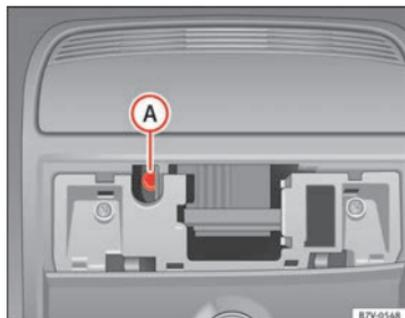

Abb. 197 Innensechskantschraube zum Schließen des Panorama-Schiebedachs.
- Stecken Sie einen handelsüblichen Innensechskantschlüssel¹⁾ mit SW 4 mm in die Innensechskantschraube ⇒ Abb. 197 **A**.